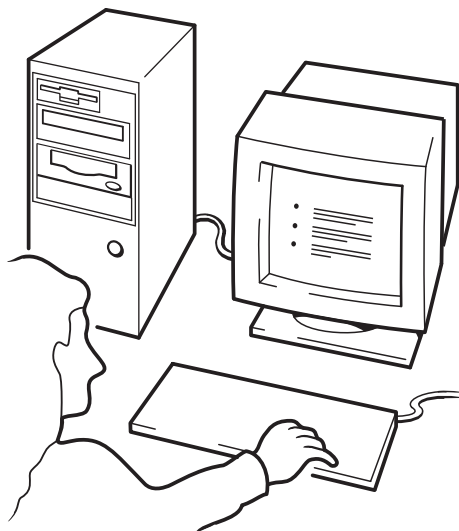

图 13c: hp obdr, 第 3 步
- 3 按照屏幕上的指示设置操作系统。（见图 13c。）通常，您可以接受对所有提示的默认响应，例如只需按下 <Enter> 键。